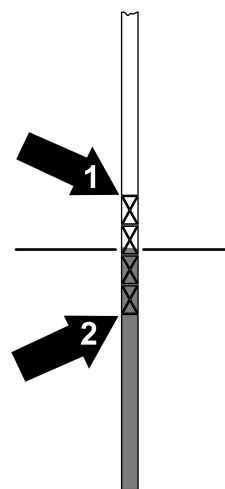

Figura 55
5. Îndepărtați capatul jojei i verificați nivelul uleiului (Figura 55).
6. Dacă nivelul uleiului este sub marcajul inferior corespunzător de pe jojă, adăugați în rezervor uleiul hidraulic specificat. Introduceți capatul jojei în rezervor i repetați pașii de la 3 până la 5 până când nivelul lichidului apare între marcajele superioare i inferioare (Figura 55) de pe jojă.